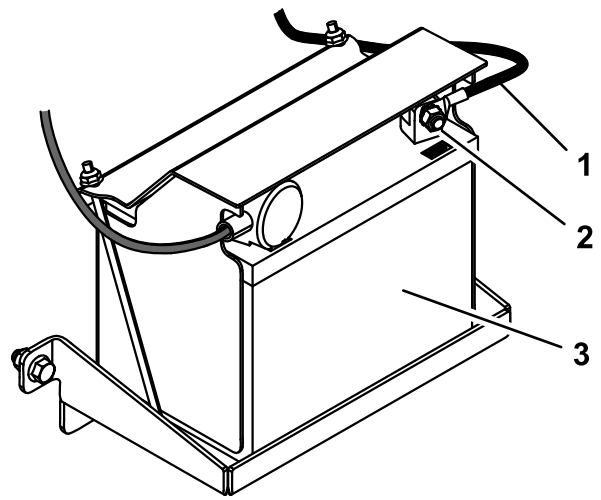

Figura 5
- Ligue o cabo negativo da bateria ao polo negativo da bateria (-) utilizando o parafuso e porca instalados no cabo (Figura 5).